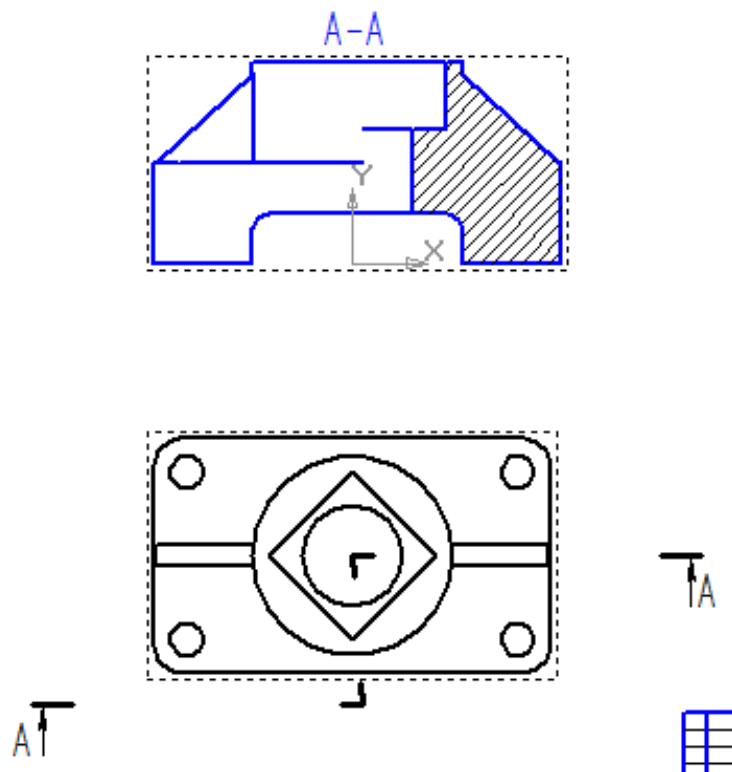

Рисунок 4.30 – Розміщення фантому на кресленику
5. Система перейде в режим автоматичного побудови перерізу. Необхідно вказати його положення на полі креслення. Система створить новий вид і зробить його поточним (рис. 4.30).